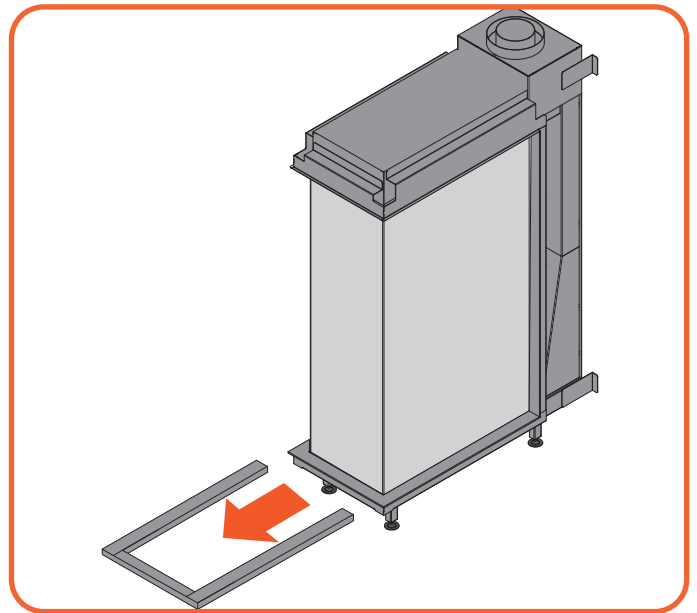

Abb. 9.5 Demontage der unteren Verkleidung
- Nehmen Sie die untere Verkleidung ab (Abbildung 9.5).